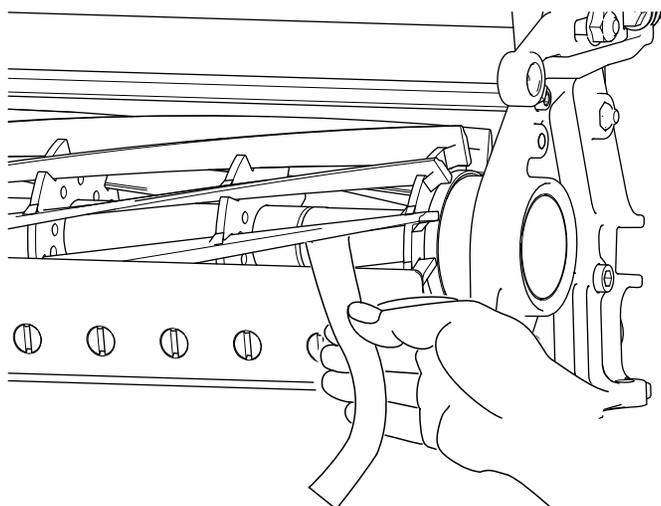

Figure 10
- B. Insérez une longue bande de papier de performance de coupe (réf. Toro 125-5610) entre le cylindre et la contre-lame, perpendiculairement à la contre-lame (Figure 10), puis tournez **lentement** le cylindre en avant ; il devrait couper le papier ; si ce n'est pas le cas, répétez les opérations A et B jusqu'à ce que le papier soit coupé.
11. Insérez une longue bande de papier de performance de coupe (réf. Toro 125-5610) entre le cylindre et la contre-lame, perpendiculairement à la contre-lame (Figure 10), puis tournez **lentement** le cylindre en avant ; il devrait couper le papier ; si ce n'est pas le cas, tournez chaque vis de réglage de la barre d'appui de 1 cran dans le sens horaire et répétez cette opération jusqu'à ce que le papier soit coupé.